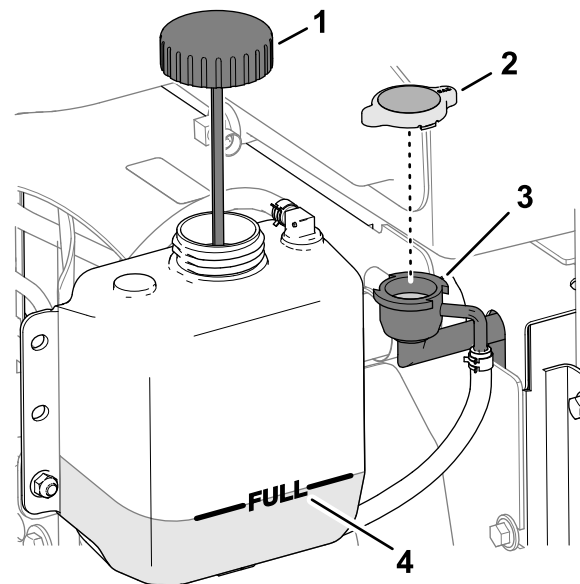

Рисунок 144
3. Осторожно снимите крышку радиатора (Рисунок 144).
Примечание: Уровень охлаждающей жидкости должен доходить до верха заливной горловины радиатора (Рисунок 144).